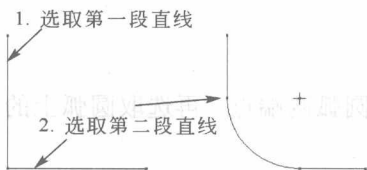

图 2-20 圆弧圆角的绘制
(1) **圆弧圆角的绘制** 点选按钮 ，左键两图元，即可在两个图元之间创建一个圆弧圆角过渡。圆角的大小和位置取决于拾取的位置。如图 2-20 所示。